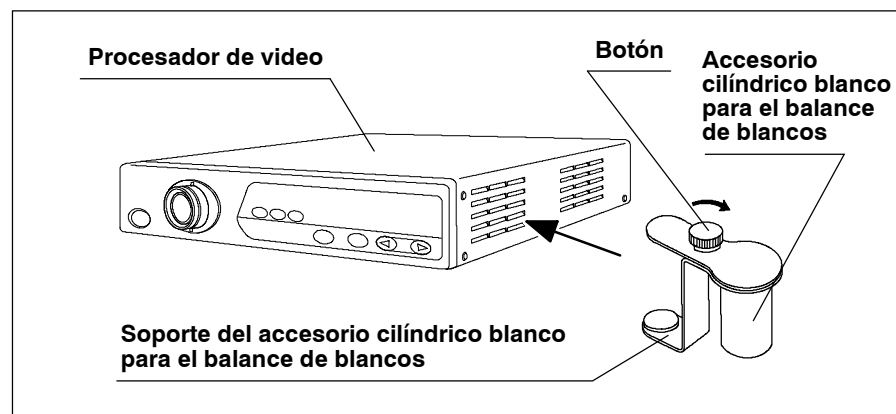

Figura 3.8
2. Aplique el soporte del accesorio cilíndrico blanco para el balance de blancos al lateral derecho del procesador de video. El orificio del accesorio debe quedar mirando hacia abajo (ver figura 3.8).